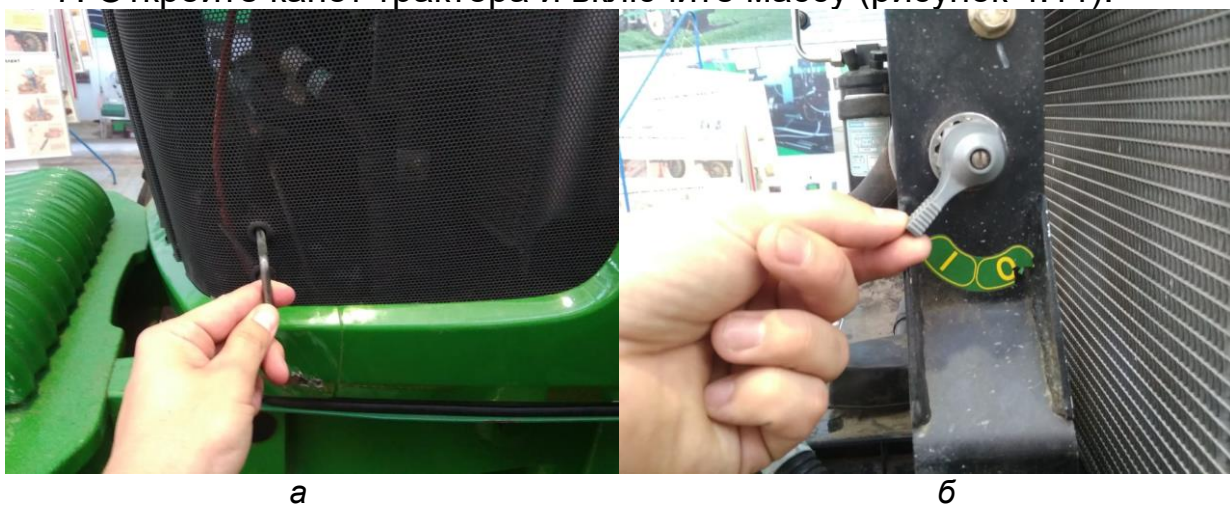

Рисунок 4.11 – Включение массы:
7. Откройте капот трактора и включите массу (рисунок 4.11).